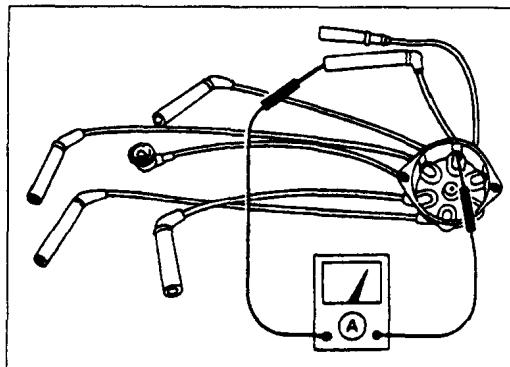

图 1-26
(1) 检查高压线有无裂纹、损伤、触点烧坏、连接是否正确。
(2) 测量高压线电阻，摇动高压线检查有无间歇断路，电阻小于 $30\text{k}\Omega$ 。若接触不良，应更换点火高压线，见图 1-26。